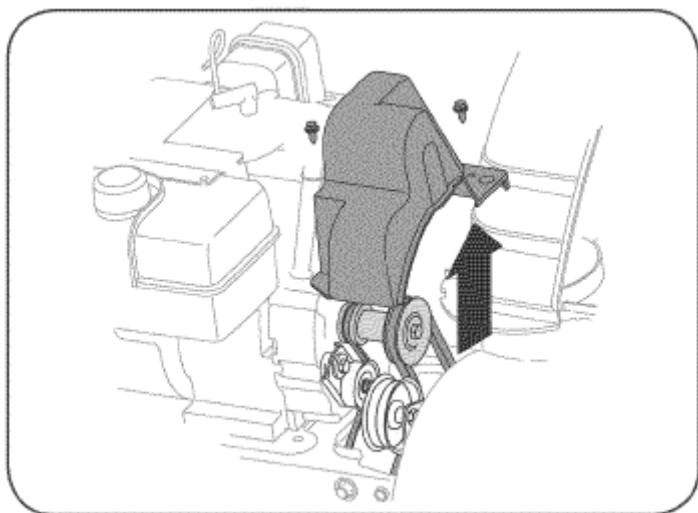

Рисунок 22
2. Удалите пластиковый кожух ремня с передней поверхности двигателя, вывинтив 2 самореза (см. рис. 22).
2. Удалите пластиковый кожух ремня с передней поверхности двигателя, вывинтив 2 самореза (см. рис. 22 на предыдущей странице).